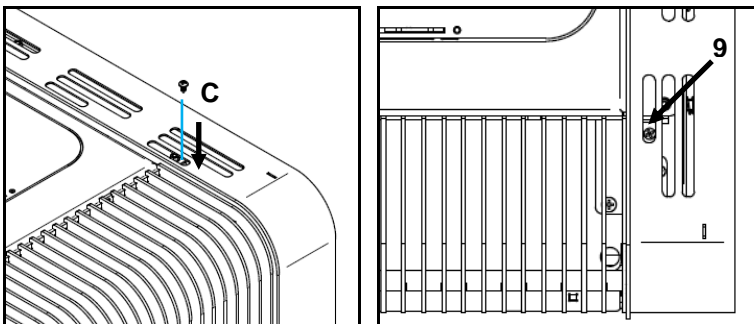

Figura 43 - Fijación de las envolventes Aspen
i) Por fin, fijar con un tornillo **C** (DIN 7981 4,2x9,5), en el orificio **9**, como indica a Figura 43.